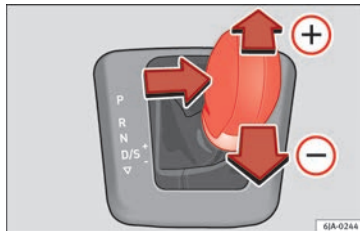

Bild 179 Väljarspaken: Tiptronic
- För väljarspaken försiktigt framåt **+** » bild 179.
- För väljarspaken försiktigt bakåt **-** » bild 179.